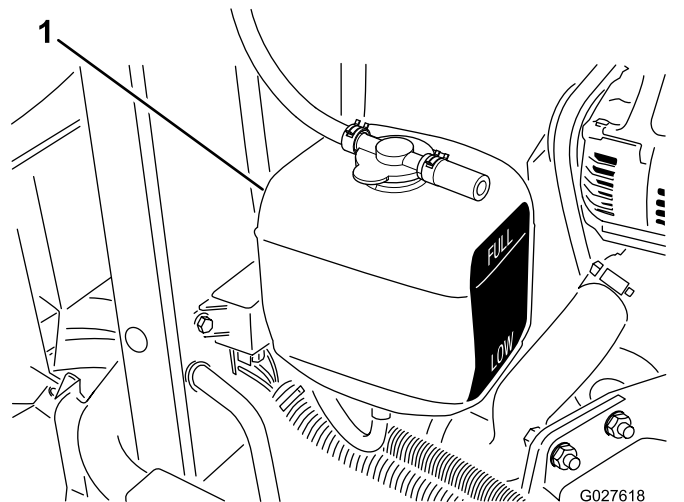

Figure 68
2. Vérifiez le niveau de liquide de refroidissement dans le vase d'expansion (Figure 68).